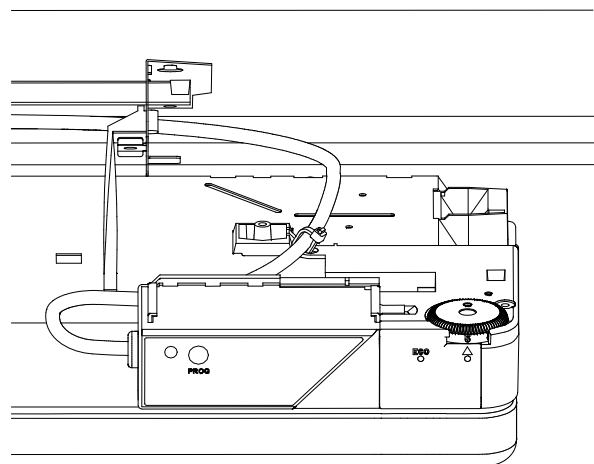

Fig.1
3. Fest buskabelen med strips slik som vist i fig. 1.
3. Fasten the bus cable with strips as indicated in fig. 1.